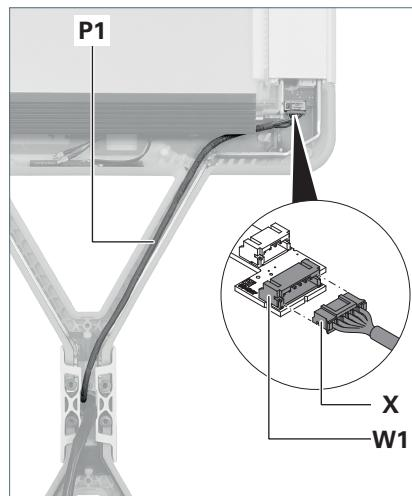

Fig. 10: Collegare la linea di comando .
- ▶ Posare la linea di comando **P1** dal tubo verticale nel braccio di supporto della testa dell'apparecchio 1, vedere Fig. 10.